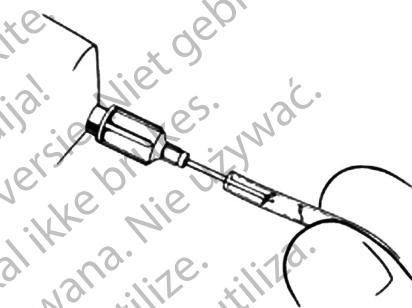

Figura 4-32. Enjuague el tubo y el conector
3. Use una aguja de calibre 22 y una jeringa de 10 cc con solución de llenado para enjuagar el conector y el tubo (**Figura 4-32**) para eliminar las partículas de materia y el aire.